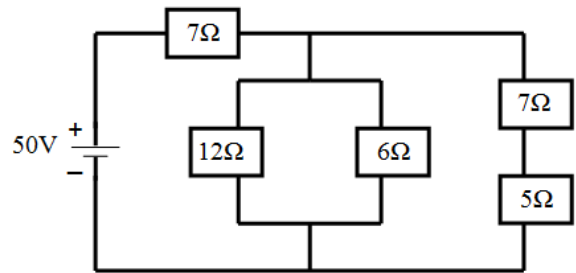

Figura 01 - Circuito de corrente contínua.
24. No circuito de corrente contínua da Figura 01, qual a potência total fornecida pela fonte, sabendo que essa fonte fornece 50V ao circuito?